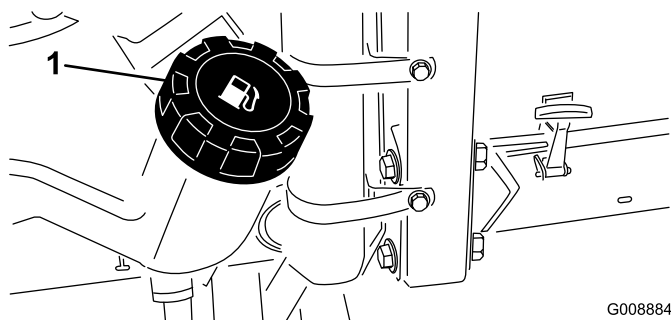

Bild 22
1. Reinigen Sie den Bereich um den Tankdeckel (Bild 22).